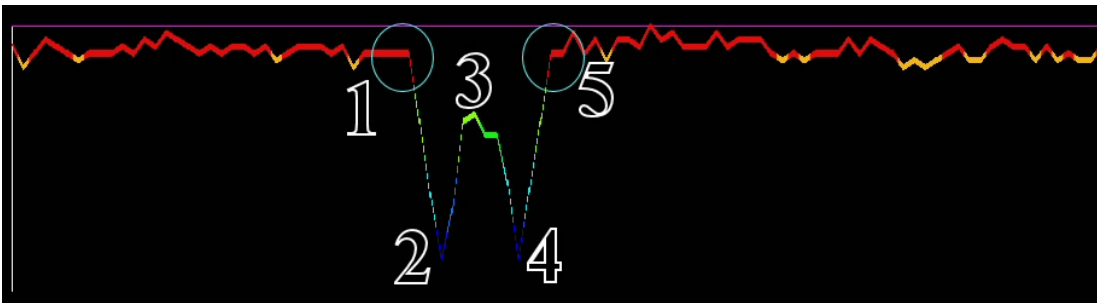

Figura 4.9
5. En la Figura 4.9, se explican todos los puntos de este tipo de túnel.